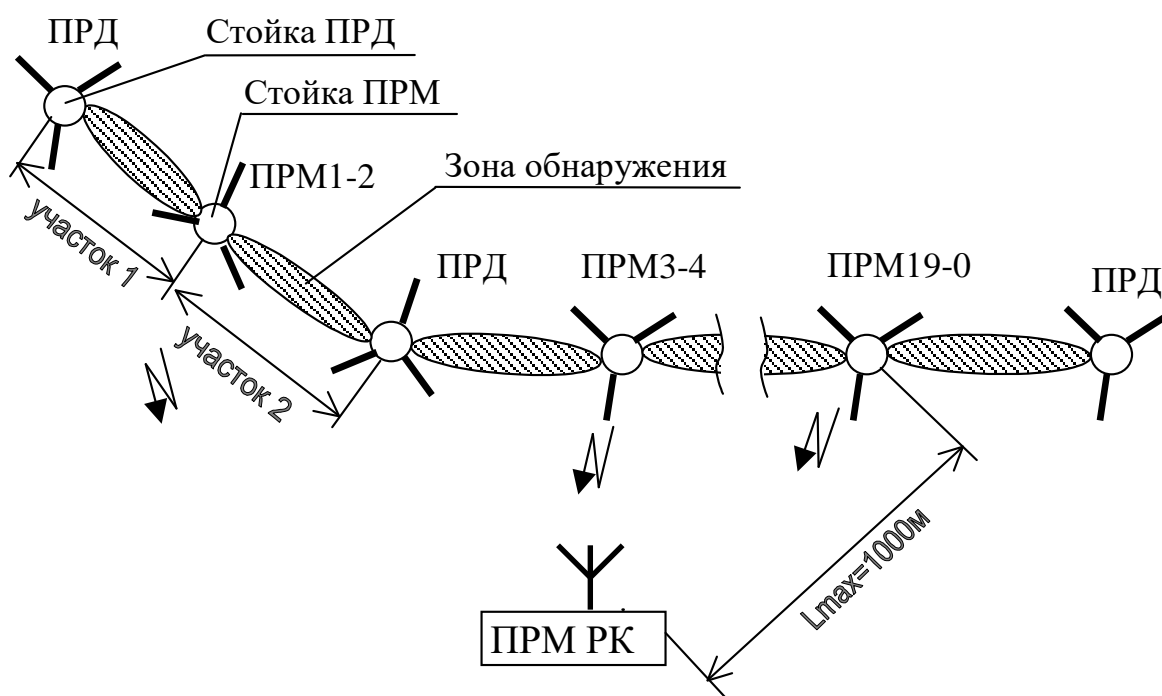

Рисунок 5.1
5.2.1 Структура комплекса приведена на рис.5.1.